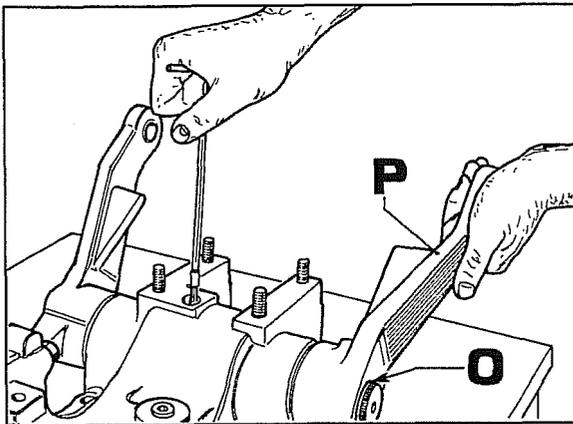

Fig. 32
- Enlever le bouchon d'évent sur le carter du relevage. Par le trou ouvert trouver le grain mâle de fixation de la bielle en bougeant à la main les bras du relevage comme le montre la fig.32, puis dévisser le grain.